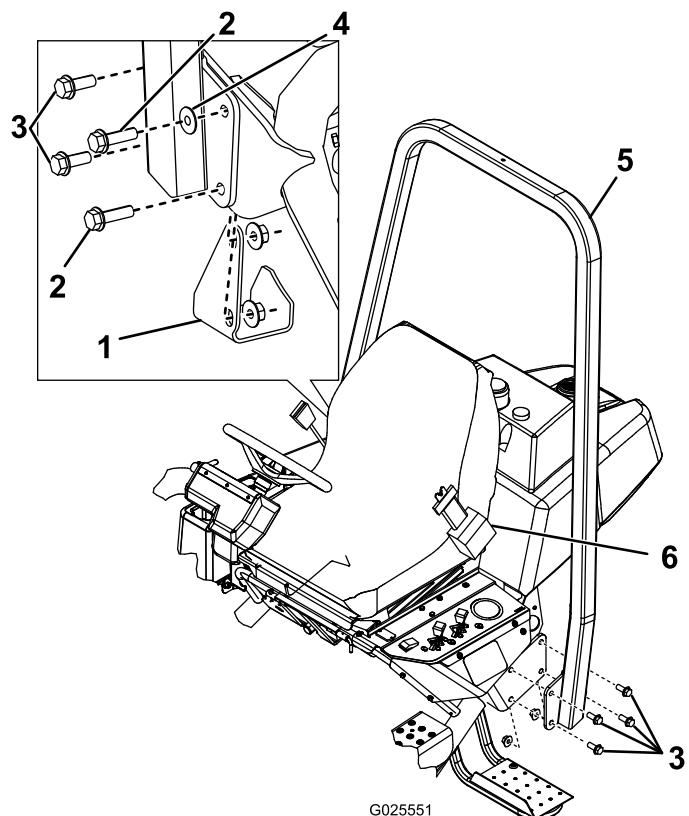

Figure 6
2. Abaissez le cadre ROPS (Figure 6) sur les supports de montage, en alignant les trous de fixation.
3. Fixez le côté gauche de l'arceau de sécurité au support de montage avec 4 boulons (½" x 1½") et contre-écrous (Figure 6). Serrez les boulons à un couple de 91 à 115 N·m.
4. Fixez le côté droit de l'arceau de sécurité et l'appui de cric déposé précédemment sur le support de fixation au moyen de 2 boulons (½" x 1½"), 2 boulons (½" x 1½"), 1 rondelle et des contre-écrous, comme montré à la Figure 6. Serrez les boulons à un couple de 91 à 115 N·m.
Important: Veillez à placer la rondelle à l'emplacement correct, comme montré à la Figure 6.